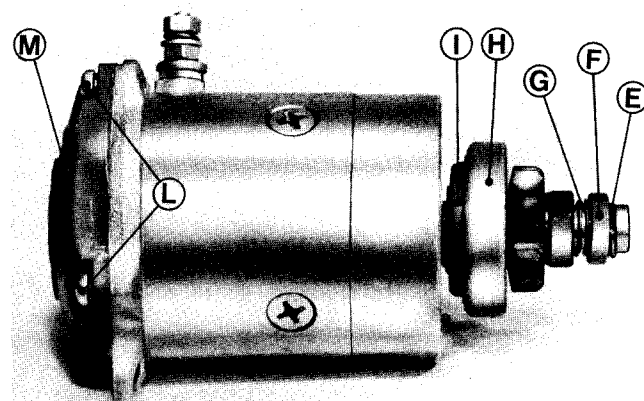

Fig. 59
- 2) - Rimuovere l'anello elastico «E», l'anello di scontro «F», la molla «G» fino a sfilare il pignone completo di ruota libera «H» (ved. fig. 59).
Avvertenza - la guarnizione «I» (in fig. 59) deve essere, al rimontaggio, sempre sostituita con una nuova mediante incollaggio (usare colla LOCTITE IS 495).
Sostituzione spazzole: togliere le 3 viti «L» e il coperchio «M» (in fig. 59) quindi procedere alla sostituzione delle 2 spazzole.
Dopo aver lubrificato i due astucci a rullini ed inserito un nuovo indotto rimontare i portaspazzole le spazzole e il coperchio «M» ancorandolo con le 3 viti «L» (fig. 59), quindi completare il montaggio con la cianfrinatura del cappuccio come descritto al punto 3).